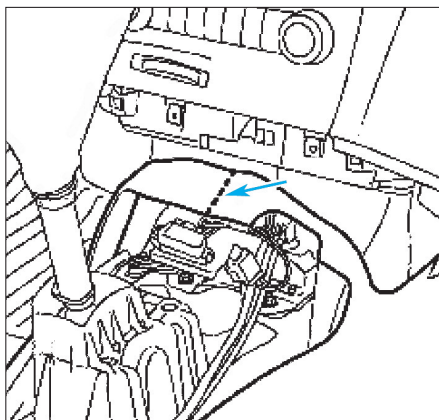

FIG. 8
- Découper la moquette (Fig.8).